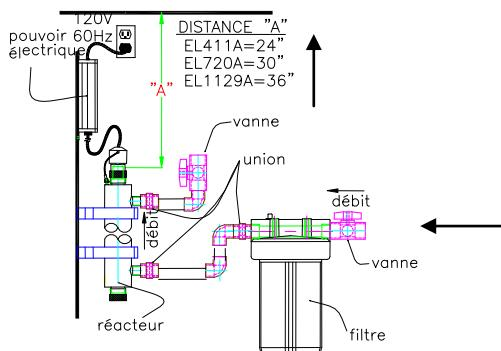

Figure 1.
Votre système de désinfection UV doit être la dernière étape de filtration à votre chaîne de traitement d'eau. Choisir un emplacement avec un accès facile à une prise électrique de 120VAC. Noter la direction du débit d'eau sur l'appareil. Référez vous à la figure 1 pour une installation typique et assurez vous d'avoir en main tous les raccords nécessaires à l'installation.
Une distance minimum (“A”) de dégagement est nécessaire afin de retirer la lampe UV du réacteur. Si cela n'est pas possible le réacteur peut être enlever de ses supports de montage afin d'effectuer un entretien. L'utilisation de raccords de type *union* sur l'entrée/sortie facilitera cette opération. Voir figure 1.
6. Installer la nouvelle plomberie tel que décris à la figure 1. Note: Si vous installez un pré filtre, utiliser une cartouche de 5 micron tout en vous assurant que le débit d'eau est dans la bonne direction.